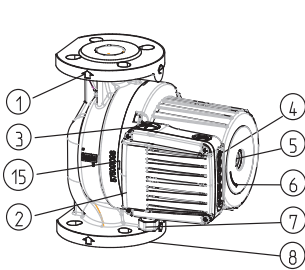

Abb.2
- Die Durchflussrichtung des Fördermediums muss mit dem Pfeil auf dem Pumpengehäuse übereinstimmen (Abb. 2 – Pos. 1).
- Anschlussflanschen sind NP 6/10 (Abb.2 – Pos.8)
- GHN (basic, auto), GHNM (basic, auto) – Pumpen verfügen über ein einfaches Hydraulikgehäuse (Abb.2 – Pos.8)
Das Hydraulikgehäuse der Pumpe darf nur bis zum Spalt zwischen dem Motor und dem Hydraulikgehäuse isoliert werden. Öffnungen zur Kondensatableitung aus dem Statorraum müssen immer frei bleiben, dass gleiche gilt für den Einsatz der Pumpe in Heizsystemen, wenn eine Wärmeisolierung des Hydraulikgehäuses vorgenommen wird (Abb. 2, 3, Pos. 15). Das Elektromotorgehäuse, in dem sich Öffnungen zur Kondensatableitung befinden, darf nie isoliert werden!
Der Einspeiseleiter wird über die Einführung M20 (Abb.2 – Pos.7) angeschlossen.
Bei Pumpen des Typs GHN (basic, auto), GHND (basic, auto), GHNMD (basic, auto), GHNMD (basic, auto) liegt der Rotor im Wasser, in besonderen wassergeschmierten Lagern. Darum muss vor der Inbetriebnahme die Pumpe mit Wasser gefüllt und entlüftet werden. Zur Entlüftung der Pumpen wird die Schraube auf der Hinterseite des Elektromotors (Abb.2-Pos. 5) herausgeschraubt. Aus der Spalte zwischen der Motorwelle und dem Lager strömt Luft heraus. Wenn Wasser heraustropft, schließen sie die Ventile auf der Ansaug- und Druckseite der Pumpe und starten sie die Pumpe. Die eingebaute Anzeige zeigt ein Drehen der Pumpenachse in die falsche Richtung mit mehrfachen Blinken des roten Lichtes an.
Jede Pumpe kann Bereiche von drei hydraulischen Charakteristiken abdecken. Um das zu erreichen, hat sie einen Elektromotor mit drei verschiedenen Drehzahlen eingebaut. Um gewünschte Charakteristik bzw. Geschwindigkeit auszuwählen,    hat die Pumpe einen Knopf  Knopf (Abb. 2, Pos. 4), mit dem man zwischen den Geschwindigkeiten wählt. Einstellung der Geschwindigkeiten bei Pumpentypen GHN,GHND, GHNM, GHNMD (auto)  kann auf Knopfdruck  manuell bei der Geschwindigkeit    und automatisch  in  oder  In beiden Fällen funktioniert die Pumpe abhängig von dem Durchlauf bei den Geschwindigkeiten   automatisch. Bei dem Nachregime  ist noch Mediumtemperatur berücksichtigt und wenn die Mediumtemperatur fällt, schaltet die Pumpe in die Geschwindigkeit  Fall ($> 10^{\circ} \text{C}$) oder Geschwindigkeit um  Fall ($> 20^{\circ} \text{C}$) ungeachtet auf Durchlauf. Wenn die Mediumtemperatur um $> 20^{\circ} \text{C}$ steigt, ist wieder die Funktionsweise in Verbindung mit Durchlauf ermöglicht. Diese Funktionsweise ist für die Systeme mit Thermoventilen und Systeme geeignet, in denen die Systemtemperatur in der Nacht fällt.
Die Pumpe ausschalten, Ventile an der Druck- und Ansaugseite der Pumpe schließen, Entlüftungsschraube ausschrauben, einen Schraubenzieher (Abb. 2-Pos.5) in den Schlitz auf der Welle stecken und diese so lange drehen, biss kein Widerstand mehr fühlbar ist. Danach wieder die Entlüftungsschraube einschrauben.